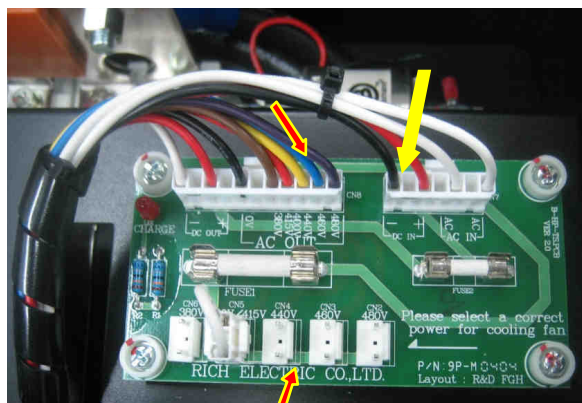

Рис. 7.31
7.16.1. Установить плату предохранителей над резьбовыми отверстиями блока конденсаторов. Закрепить плату четырьмя винтами (рис. 7.31).